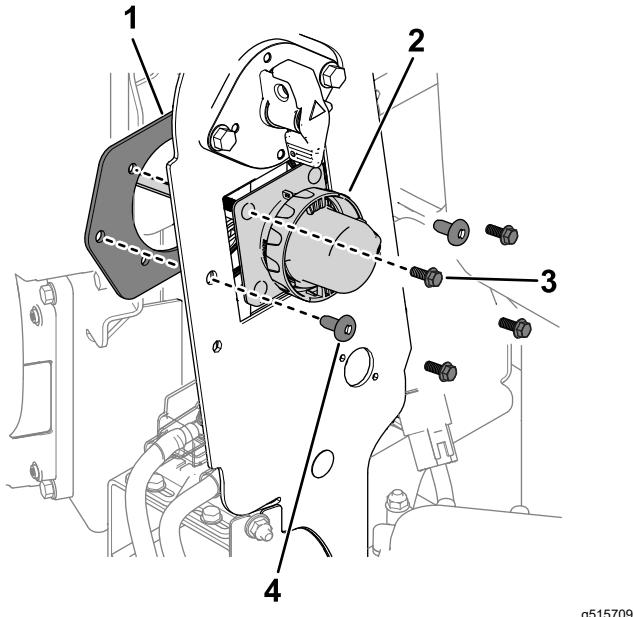

Figure 2
2. Retirez les fixations qui retiennent le connecteur du chargeur et la plaque de connexion sur le panneau du cadre (Figure 2).